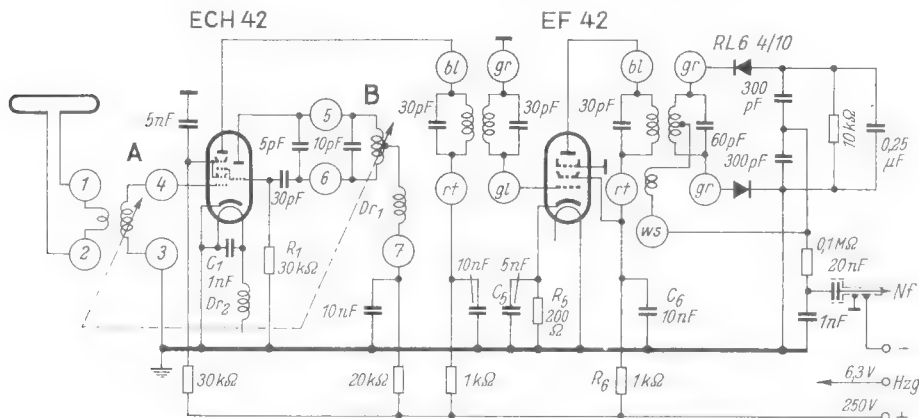

Bild 4. Schaltbild des 6-Kreis-2-Röhren-UKW-Supers mit Germaniumdioden im Detektorkreis (ohne Nf-Verstärker und Netzteil)
Wie die Schaltung Bild 4 zeigt, handelt es sich um einen 6-Kreis-2-(3)-Röhren-Überlagerungsempfänger mit Erweiterungsmöglichkeit auf 8 Kreise und 3 (4) Röhren und Ratiodetektorschaltung mit Germaniumdioden. Von einer Reflexschaltung wurde abgesehen, da diese meist zu Komplikationen führt und den Aufbau sowie den Abgleich wesentlich erschwert.